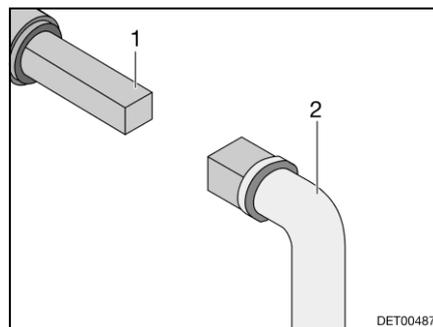

Fig. 94 Utilisation du robinet d'évacuation des eaux usées
- Insérer la clé (Fig. 94,2) sur la vis à quatre pans (Fig. 94,1).